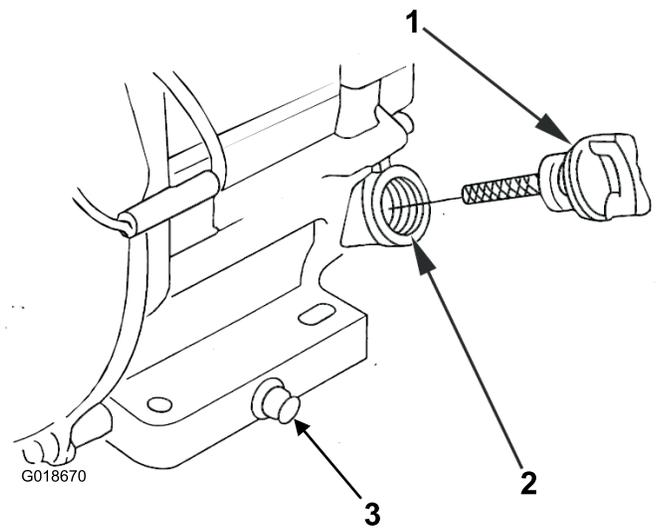

図 13
1. グリーンズローラを平らな床の上におく（エンジンが水平になるように）。エンジンを停止し、冷えるのを待ってオイルフィルタのキャップ兼ディップスティックの周囲をきれいにする（図 13）。
4. オイルドレンプラグの下にじょうごと廃油受け容器を用意し、プラグを抜いてじょうごをセットして、排出されるオイルを容器に受ける (図 13)。